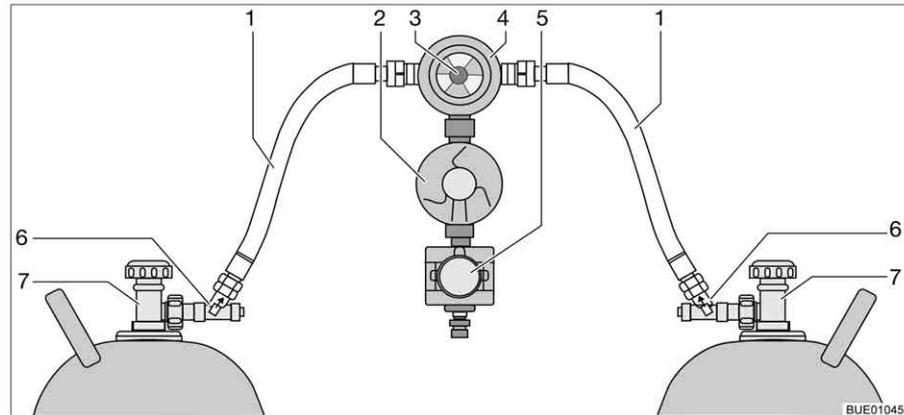

Bild 92 Crash-Protection-Unit-Umschaltanlage
Die Crash-Protection-Unit besteht aus zwei Durchflussbegrenzern mit manueller Entriegelung (Bild 92,6), einem Umschaltventil (Bild 92,4) mit Druckregler (Bild 92,2), einem Elektroventil (Bild 92,5) und der Bedieneinheit mit dreifarbigiger LED. Das Umschaltventil ist zwischen den beiden Gasschläuchen (Bild 92,1) montiert.
Mit dem Drehknopf (Bild 92,3) am Umschaltventil lässt sich bestimmen, welche der Gasflaschen als Betriebsflasche und welche Gasflasche als Reserveflasche verwendet wird.
An der Bedieneinheit (Bild 93) können nur die elektrischen Funktionen geschaltet werden. Die Haupt-Absperrventile der Gasflaschen (Bild 92,7) und die Entriegelungen (Bild 92,6) müssen von Hand geöffnet werden.
- Haupt-Absperrventile an den Gasflaschen (Bild 92,7) öffnen.
- Entriegelungen (Bild 92,6) nacheinander 10 Sekunden lang drücken.
- Mit dem Drehknopf (Bild 92,3) am Umschaltventil (Bild 92,4) die Gasflasche wählen, der vorrangig das Gas entnommen werden soll (Betriebsflasche).
- Haupt-Absperrventile an den Gasflaschen (Bild 92,7) schließen.